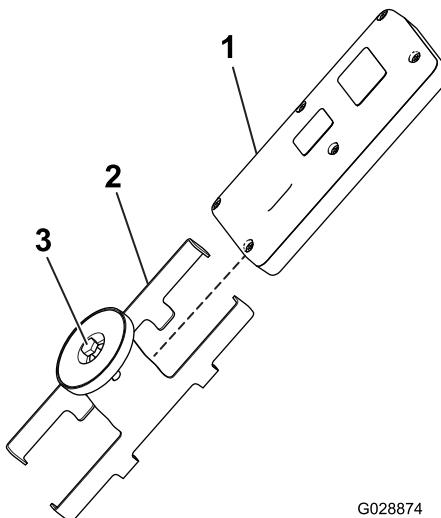

Figure 19
5. Placez la télécommande portable dans le support magnétique, réunissez les deux moitiés du support et serrez le boulon dans l'aimant (Figure 19).